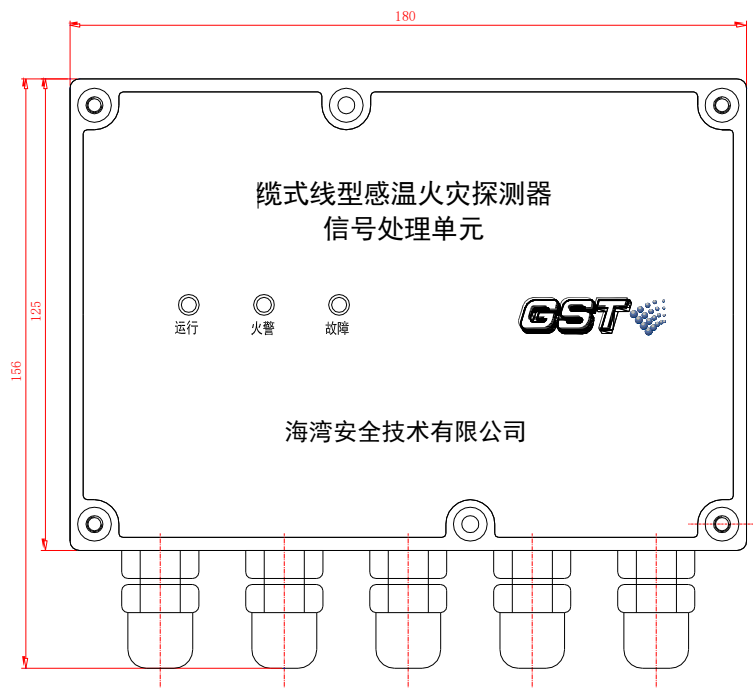
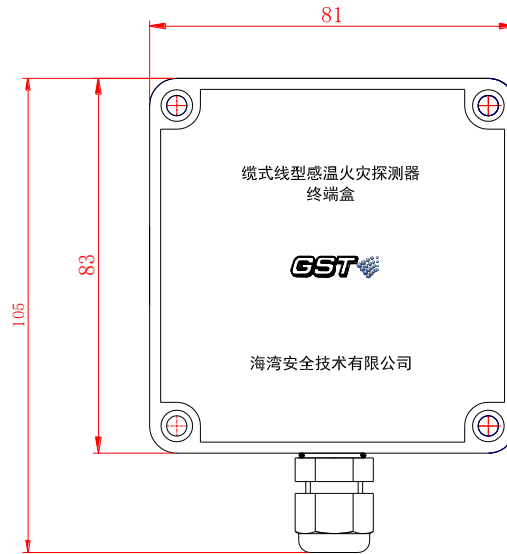

图 1 处理单元外形示意图
图2 终端盒外形示意图
1. 探测器的处理单元和终端盒外形示意图如图 1 图 2 所示（单位：mm）。